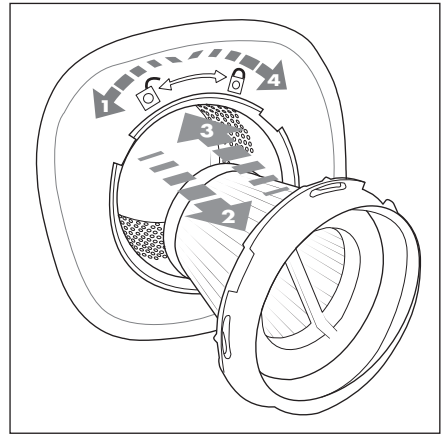

Fig. 5
- 3) Gire el filtro EPA **6** hacia la izquierda en dirección al símbolo ☐ (abierto) hasta que se suelte con un chasquido y retírelo del filtro grueso **7** (fig. 5).
- 6) Vuelva a insertar primero el filtro grueso **7** y después el filtro EPA **6**. Al insertar el filtro EPA **6**, asegúrese de que los tres alojamientos del filtro EPA **6** coincidan con las tres pestañas de fijación del filtro grueso **7**. Gire el filtro EPA **6** hacia la derecha en dirección al símbolo ☐ (cerrado) hasta que encastre con un chasquido (fig. 5).